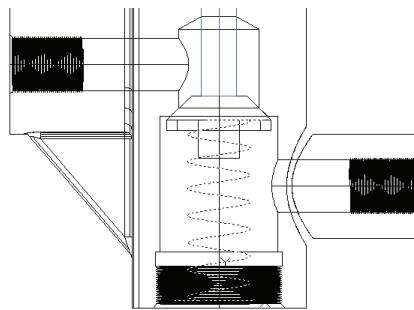

图 11-175 差集后的弹簧（二）
12) 差集处理：单击“实体编辑”工具栏中的“差集”按钮 $\ominus$ ，将弹簧实体与上一步创建的圆柱实体进行差集。如图 11-175 所示。